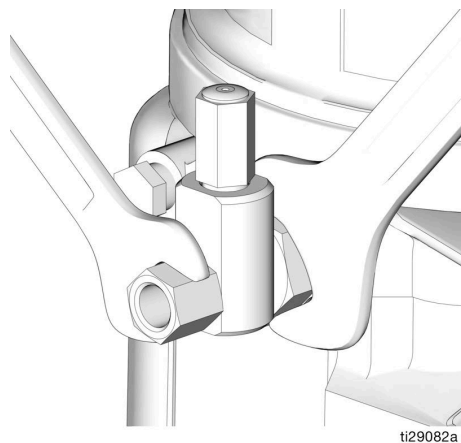

図 32
1. ポンプ・エレメントの取り付け金具を緩めます (図 32)。
3. 反対方向に働く二本のレンチでポンプ・エレメントの取り付け金具を締めて下さい (図 32)。